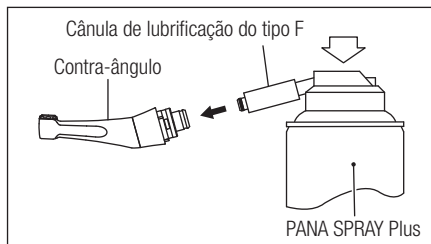

Fig. 7
- 3) Introduza a cânula na parte posterior do contra-ângulo. Segure no contra-ângulo e lubrifique durante 2 a 3 segundos até o óleo sair pela cabeça do contra-ângulo. Repita a lubrificação até o óleo que sai pela cabeça do contra-ângulo esteja limpo de resíduos, etc. (Fig. 7)